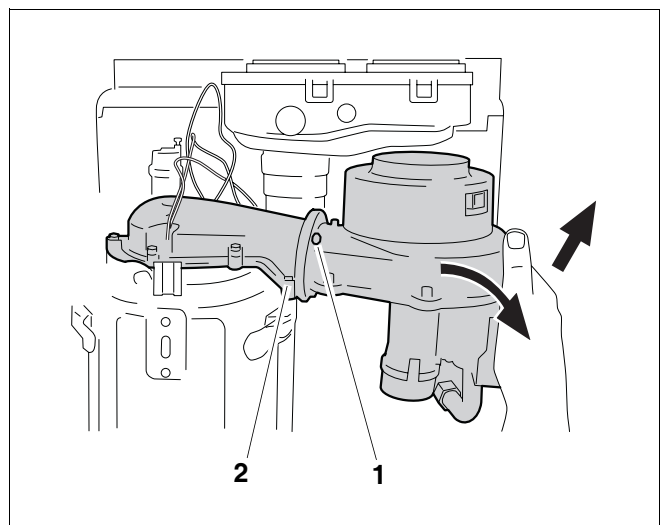

Bild 57 KombiVent demontieren
- Mutter entfernen (→ Bild 57, [1]) und „KombiVent“ (Gas-Luft-Einheit) demontieren.